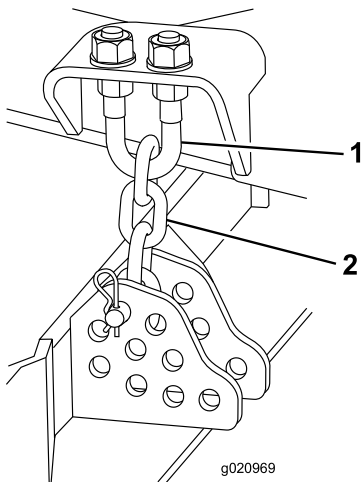

Figure 105
1. Desserrez les écrous de blocage en haut ou en bas de l'étrier fileté de la chaîne de hauteur de coupe (Figure 105).